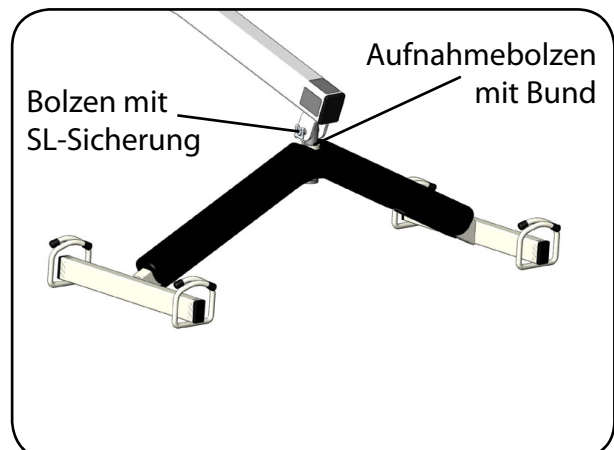

Abb. 6.1.12 - Transportbügel montiert
15. Befestigen Sie den Transportbügel mit dem eingesteckten Aufnahmebolzen am Hebearm, indem Sie den Bolzen durch die Bohrungen am Hebearmende stecken. Sichern Sie den Bolzen mit der SL-Sicherung (Abbildung 6.1.12).